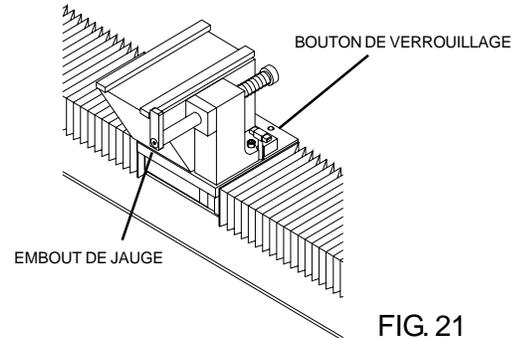

FIG. 21
1. Tirez l'embout des deux jauges et pivotez-les jusqu'à ce qu'elles soient bloquées. Desserrez le bouton de verrouillage sur le support à électroaimants de droite (voir FIG. 21). Posez l'ensemble contre-lame/support de contre-lame à affûter sur les supports à électroaimants. Déplacez le support à électroaimants de droite jusqu'à ce que l'embout des jauges d'alignement atteigne les deux extrémités de la contre-lame, puis serrez le bouton de verrouillage du support de droite.